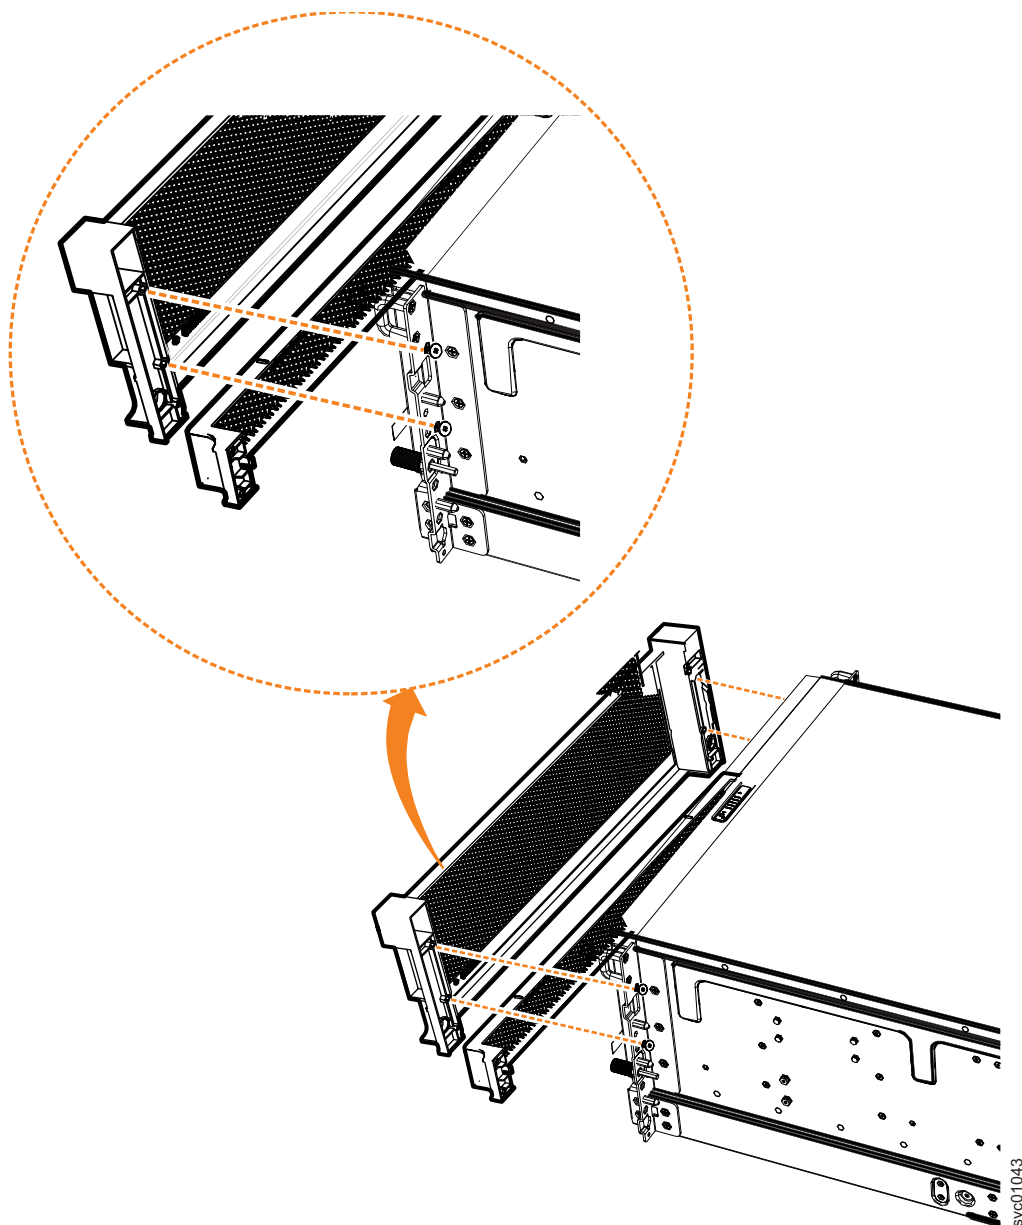

図 86. 拡張エンクロージャーからの鼻隠しコンポーネントの取り外し
2. 101 ページの図 86 に示すように、鼻隠しをシャーシの両側のフランジに固定している 2 本のねじを取り外して、前面鼻隠しを取り外します。
3. 図 86 に示すように、PSU 鼻隠しの両側を慎重に引いて、シャーシから取り外します。PSU 鼻隠しが、シャーシの両側に PSU 鼻隠しを結合しているスロットとピンから外れます。